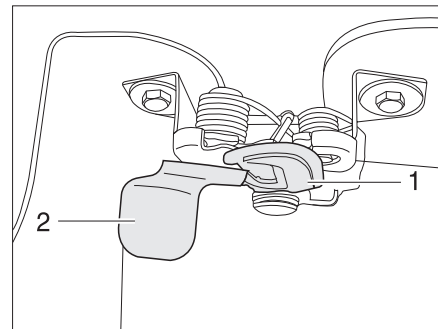

Fig. 30 Palanca de desbloqueo del capó del motor, en el exterior
- Meter una mano debajo del capó del motor y activar el gancho de retención (Fig. 30,1). Para esto meter la mano detrás de la placa (Fig. 30,2) y tirar la placa hacia delante.